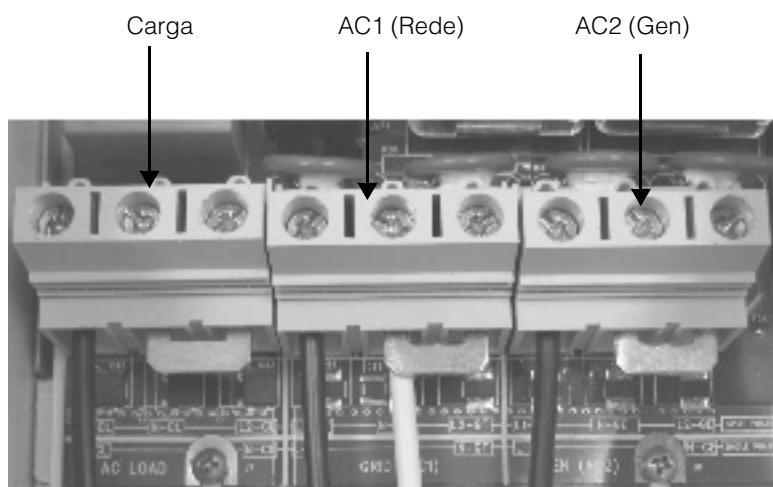

Figura C-6 Locais das ligações em ponte e configuração do cabo de CA nas portas de CA
2. Insira uma grande ligação em ponta em cada conector para criar um curto circuito no N e L2, conforme indicado na Figura C-6.
3. Conecte os cabos da CA conforme indicado na Figura C-6. Insira a ligação em ponte acima do fio.